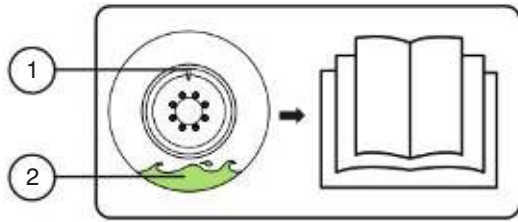

Figura 3-3. Etiqueta de vedante de pneus
- **Ao esvaziar, inflar ou verificar a pressão do pneu, a válvula deve estar na parte superior para evitar a entrada de vedante na válvula (consulte a Figura 3.3).**